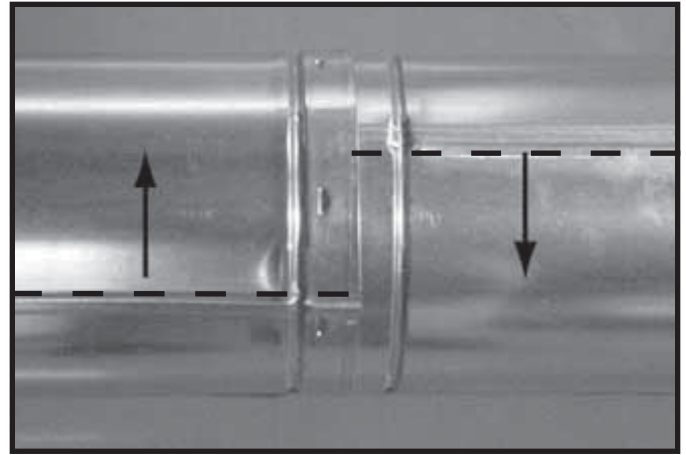
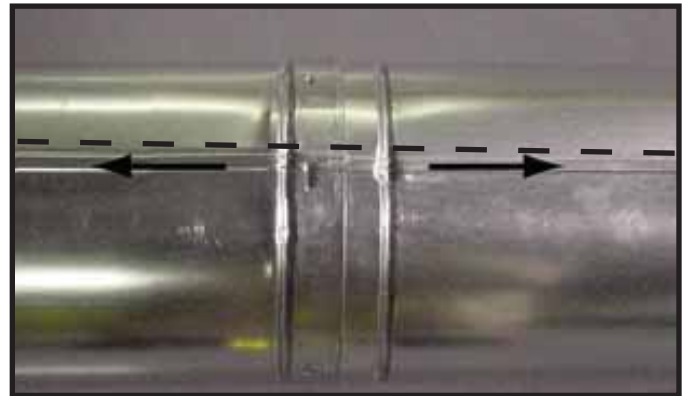

Figura 10.10 Gire las juntas para separar el tubo de escape
Figura 10.11 Alinee y separe las secciones del tubo de escape
- Gire cualquiera de las secciones (consulte la Figura 10.10) para que las juntas de ambas secciones estén alineadas (consulte la Figura 10.11).